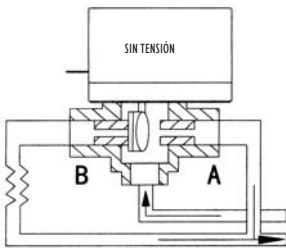
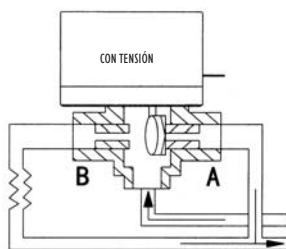

Fig. 3 - 3 VÍAS DESVIADORA CERRADA
Fig. 4 - 3 VÍAS DESVIADORA ABIERTA
**Válvulas de 3 vías:** La entrada del fluido debe efectuarse siempre por la boca central. Sin alimentación eléctrica la válvula se posiciona como en la fig. 3: la boca B está cerrada y la A abierta. Con alimentación eléctrica la válvula se posiciona como en la fig. 4: la boca B está abierta y la A cerrada.